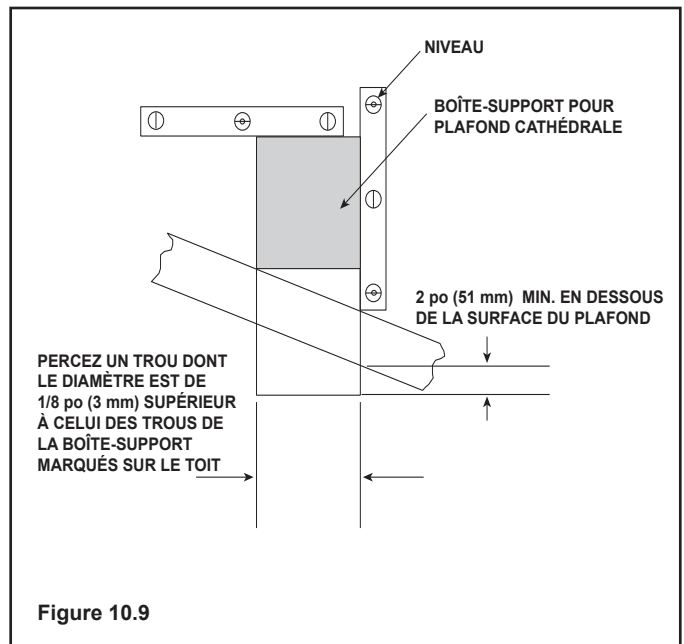

Figure 10.9
- Abaissez la boîte de support depuis le trou dans le toit jusqu'à ce que le fond soit à au moins 2 po (51 mm) au-dessous du plafond (Figure 10.9).